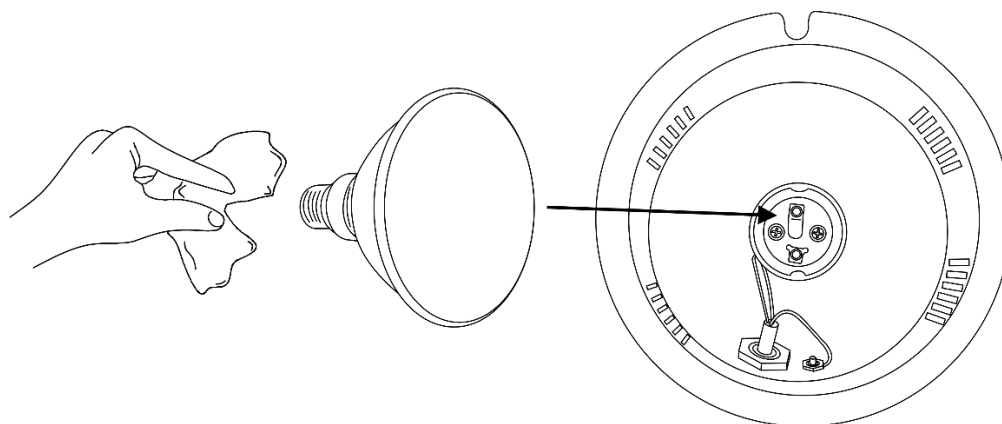

Fig. 05
- 04) Inserire la lampada nel portalampada (fig. 05).